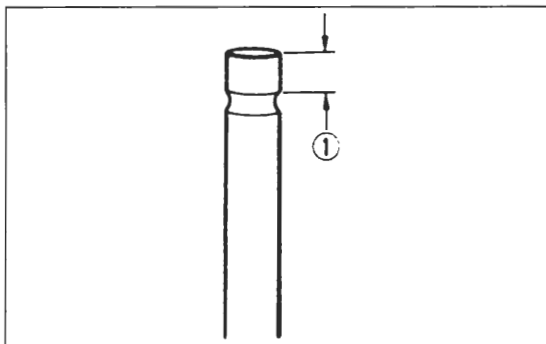

Bild 172
● Nach Einbau des Ventils sicherstellen, dass Ventilschaftende ① Bild 172 über Ventilkeile ② übersteht.